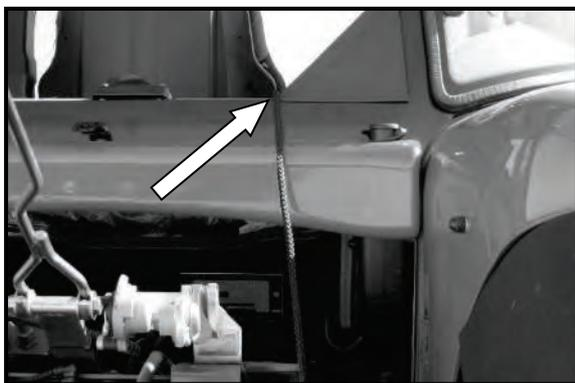

Fig. 60 El cable de tracción está instalado en la cabina del tractor
- ➔ Pase el extremo suelto del cable de tracción por una escotadura o apertura hacia el interior de la cabina del tractor (Fig. 60).